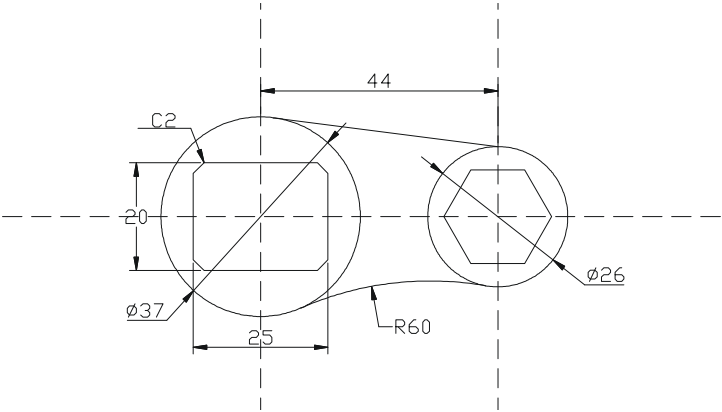

图 4-2-6
STEP 07 使用 DIMDIAMETER、DIMLINEAR、QLEADER 等命令标注异形扳手, 最终效果如图 4-2-6 所示。其具体操作如下:
指定第一条尺寸界线原点或 <选择对象>: 点取 A 点, 如图 4-2-6 所示